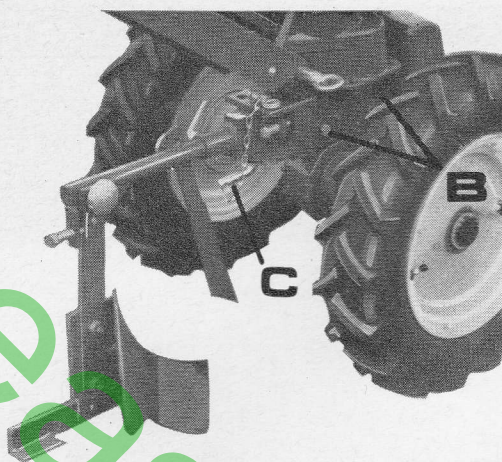

Fig. 9
- Monter l'attelage sur le carter et le fixer à l'aide des boulons B (fig. 9).
- Monter la charrue sur l'attelage et la verrouiller à l'aide de la cheville avec goupille C (fig. 9).